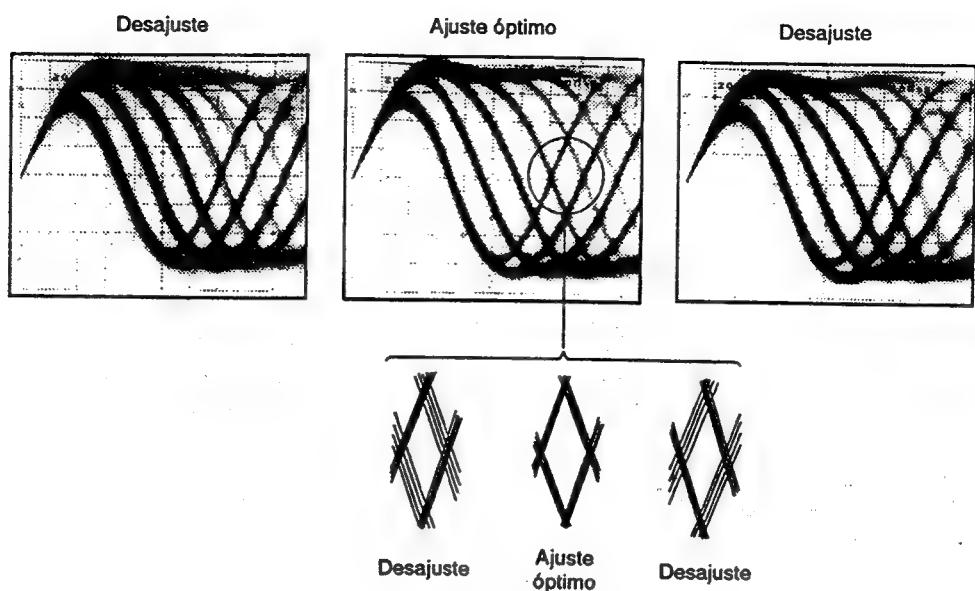

Figura 3 Patrón optico
3. A continuación, ajuste el tornillo de ajuste de inclinación tangencial con un destornillador Phillips hasta que el patrón ocular (la forma de diamante del centro de la señal de RF) pueda verse con la mayor claridad (figura 3).